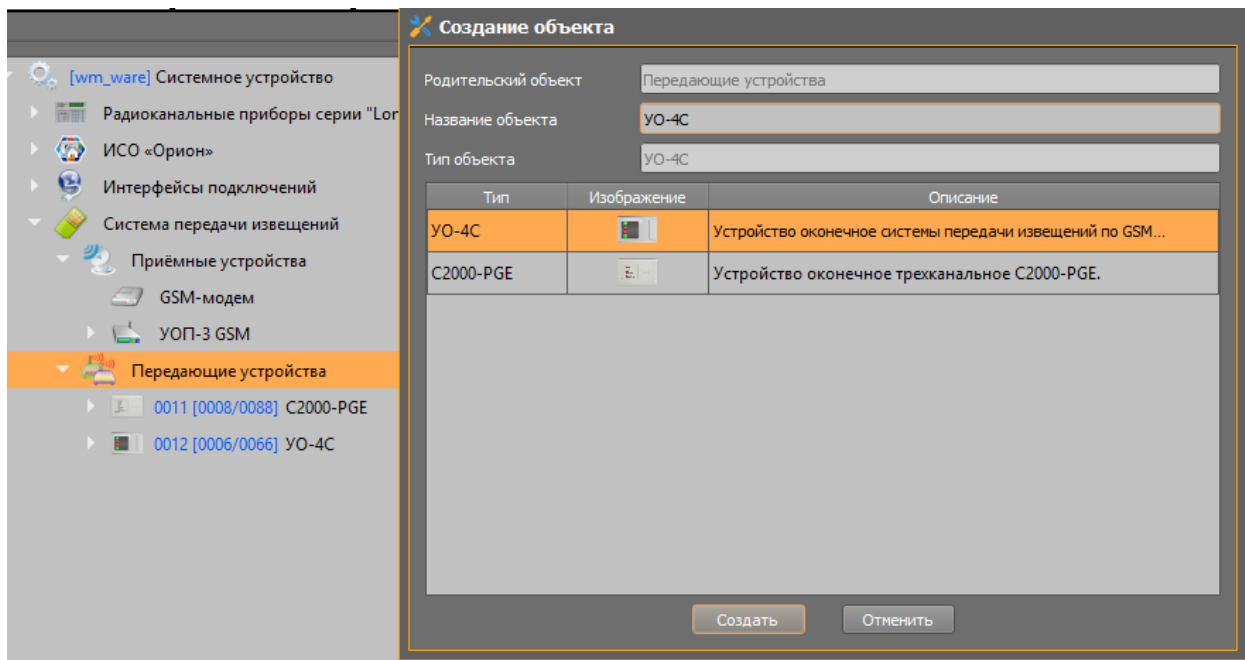

Рисунок 31 Создание ПОО УО-4С под передающими устройствами
3. Под передающими устройствами через контекстное меню создайте ПОО УО-4С (рис.31)